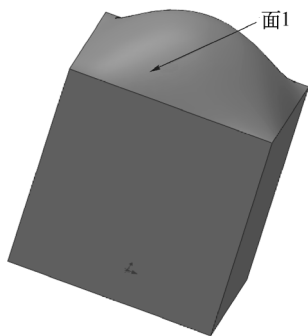

图 9-15 打开的文件实体
2) 在（要等距的曲面或面）列表框中，单击选择图 9-15 所示的面 1；在（等距距